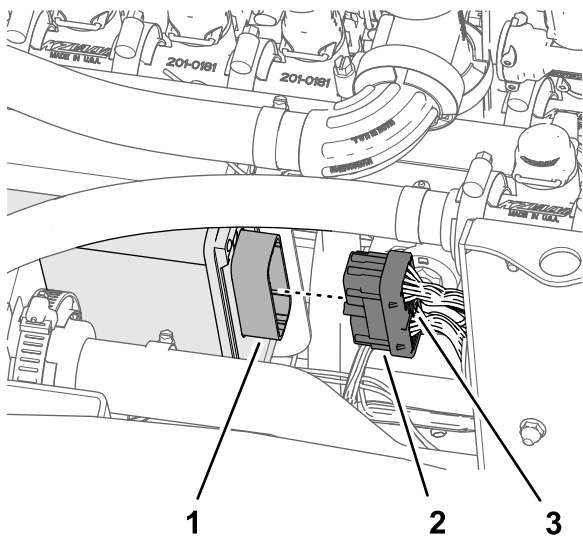

Figura 132
- Insira o conector de 40 tomadas da secção com 102 cm da cablagem do kit no conector de 40 pinos do controlador de pulverização ASC 10 (Figura 132).
3. Enrosque o parafuso recartilhado do conector de 40 tomadas no conector ASC 10 à mão (Figura 132).